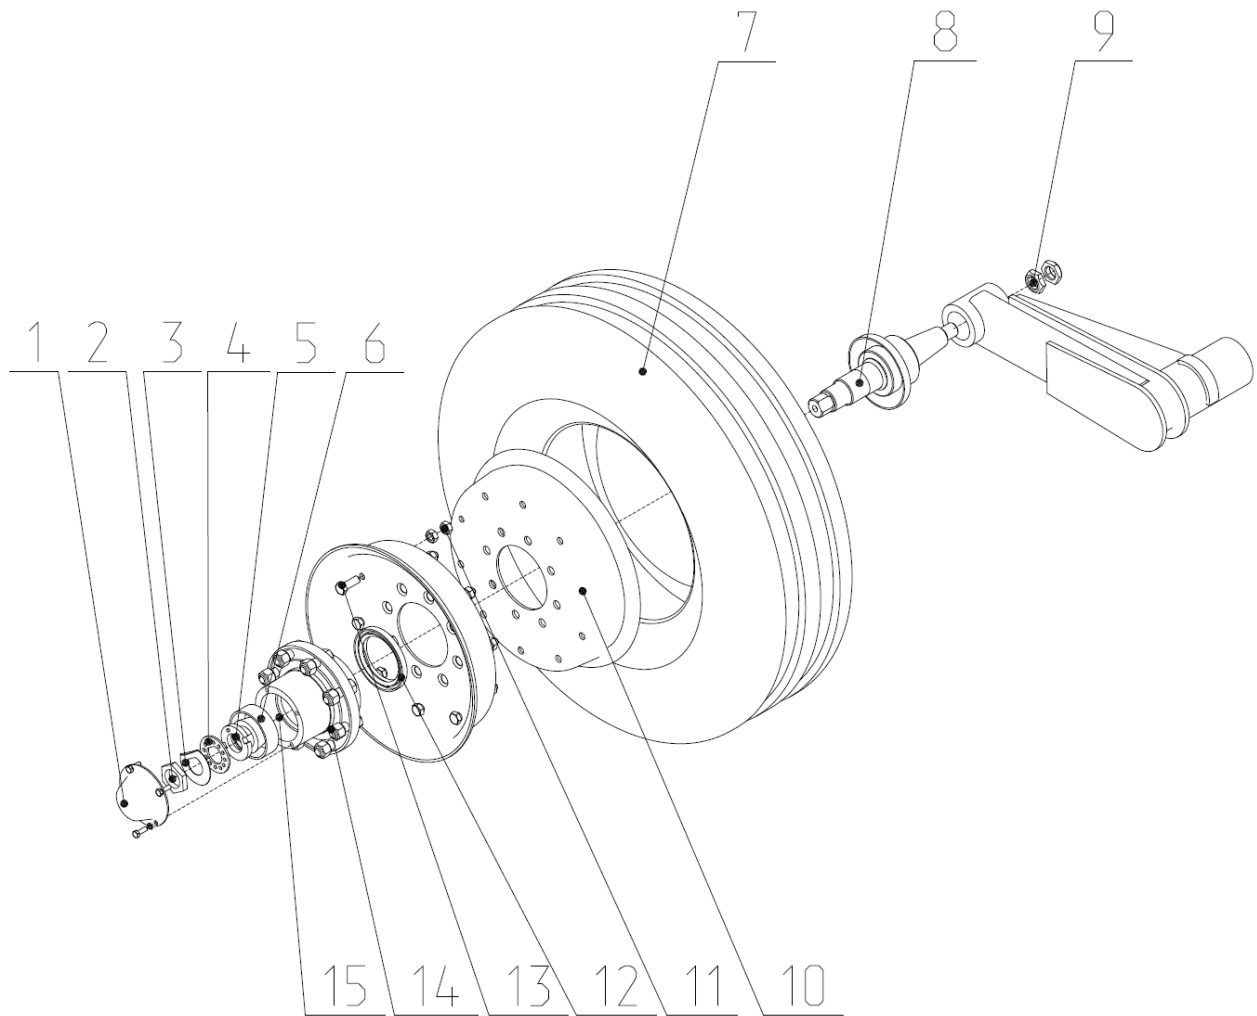

Рис.12 Колесо опорное колесной пары центральной секции.
2.15.4. Опорные колеса (Рис.12) установлены в конусные втулки штанги и зафиксированы гайками 9.